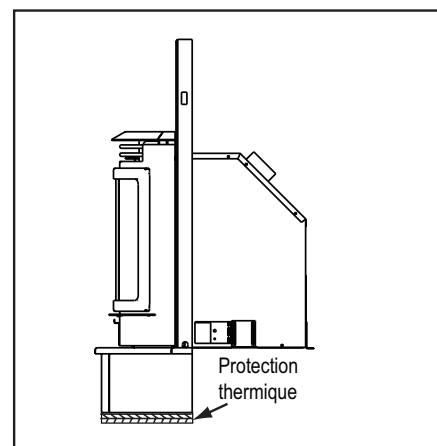

Figure 24.4
10. La protection thermique de 38 mm (1-1/2 po), la valeur « k » de 0,49 et la valeur R de 3,06 sous le support de garniture sans dégagement. **Figure 24.4.**